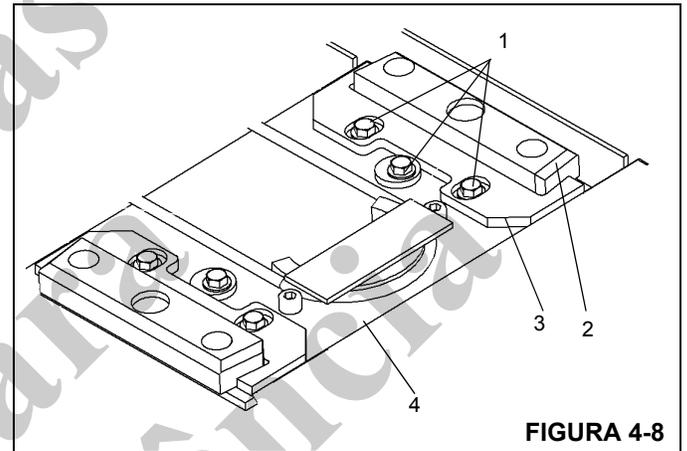

FIGURA 4-8
- Remova os parafusos, as arruelas e as arruelas de deslocamento (1) que fixam cada placa de desgaste ajustável superior traseira (2). Remova as placas de desgaste, as placas de retenção (3) e os parafusos da parte superior da seção intermediária externa (4) (Figura 4-8).